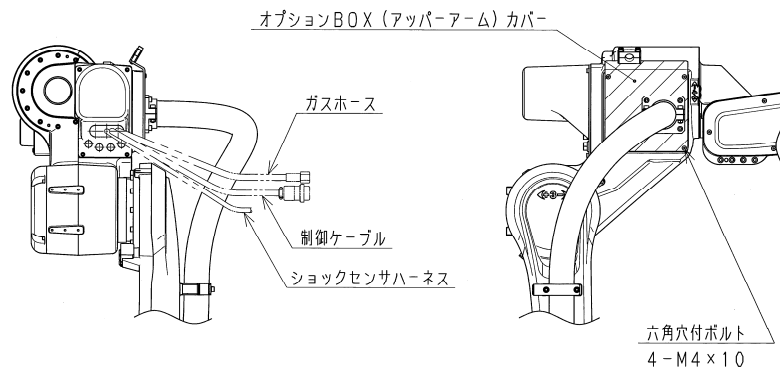

図 1.8 オプションBOX(アッパーアーム)の外観
1. 図 1.8を参考に上部アームにあるオプション BOX(アッパーアーム)のカバーを4本の六角穴付ボルト(M4×10)を外して開けてください。